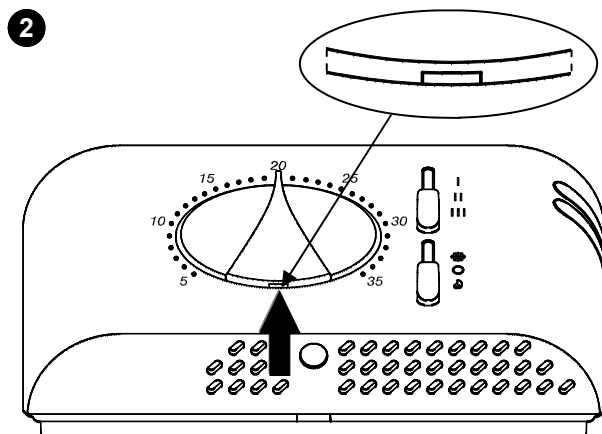

Fig. 3 - Abb. 3
- 2 Déplacer les deux glissières complètement vers le bas et placer le bouton rotatif sur 20°C ; soulever ensuite le bouton rotatif en faisant levier à l'aide d'un tournevis dans la fente prévue à cet effet et signalée par une flèche sur la Fig. 3, en faisant attention à ne pas griffer la calotte.
- 2 Schieben Sie die Wahlschalter nach Unten und den Drehknopf auf 20°C. Jetzt entfernen Sie den Drehknopf mit einem Schraubendreher, wie in Abb. 3 dargestellt.